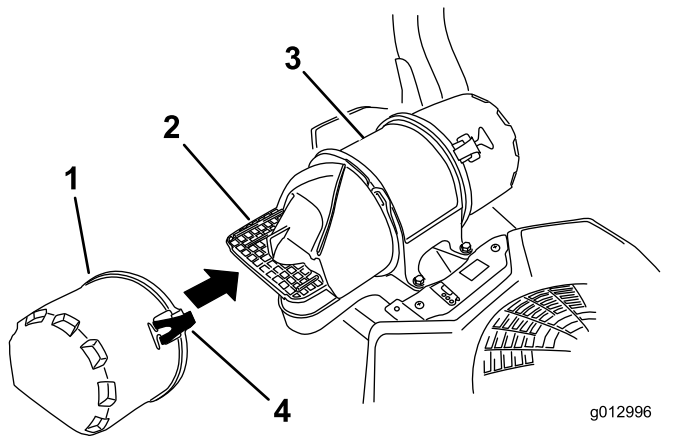

Figura 54
- Abra los cierres del limpiador de aire y tire de la tapa de la entrada de aire para separarla del cuerpo del limpiador de aire (Figura 54).
- Instale la tapa de la entrada de aire y sujétela con los enganches (Figura 54).